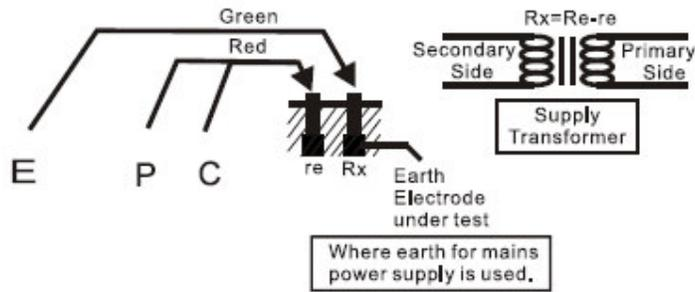

Fig.2
- (1) Cette méthode est recommandée pour mesurer une résistance de terre supérieure à 10 Ω ou lorsqu'il est impossible d'insérer les piquets dans la terre. Une valeur approximative de résistance de terre peut être obtenue par le système à 2 fils (voir Fig. 2).
- (2) Positionnez le sélecteur sur "EARTH VOLTAGE" et appuyez sur le bouton de test. Vérifiez si la tension de terre est inférieure à 10V.
- (3) Positionnez d'abord le sélecteur de fonction sur "200 Ω ", appuyez sur le bouton de test et lisez la valeur de résistance de terre. Si l'affichage est "1"(MSD), passez à la gamme "2000 Ω " et notez la valeur de résistance de terre.
- (4) La valeur obtenue (R_x) est une valeur de résistance de terre approximative. Un court-circuit externe n'est pas nécessaire étant donné que les bornes P et C sont court-circuitées par l'utilisation des cordons spécifiés pour la mesure simplifiée.